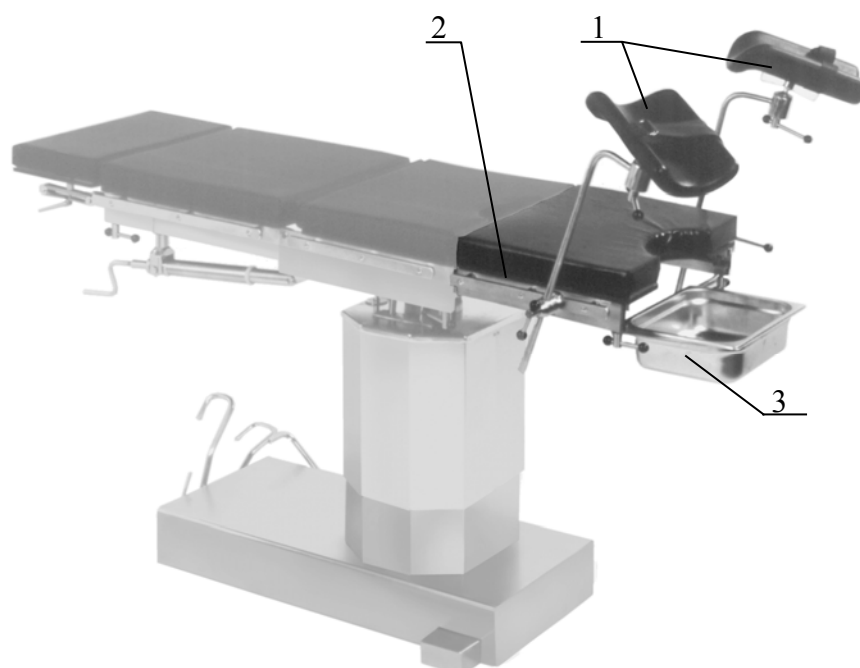

**Рисунок 1. Комплект КПИ-11 для урологии.**
9.3 Удлинительная секция поз. 2 (Рисунок 1) устанавливается в пазах центральной секции стола взамен ножных секций. Ногодержатели поз. 1, емкость с боковым держателем поз. 3 устанавливаются посредством зажимов на боковых планках дополнительной секции.